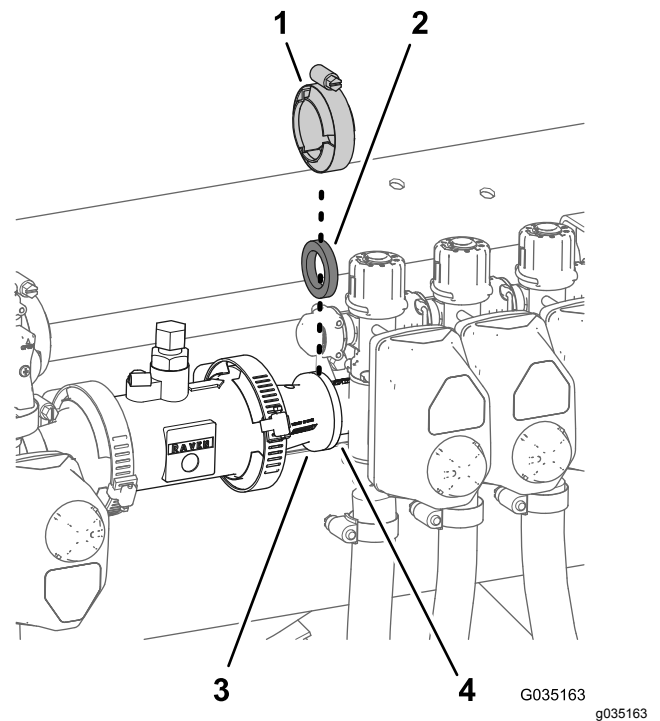

Bild 36
3. Maschinen **mit** dem ExcelaRate-Sprühsystem: Entfernen Sie die Flanschklammer und Dichtung, mit denen der Reduzierstückadapter am linken Auslegerabschnittventil befestigt ist (Bild 36).